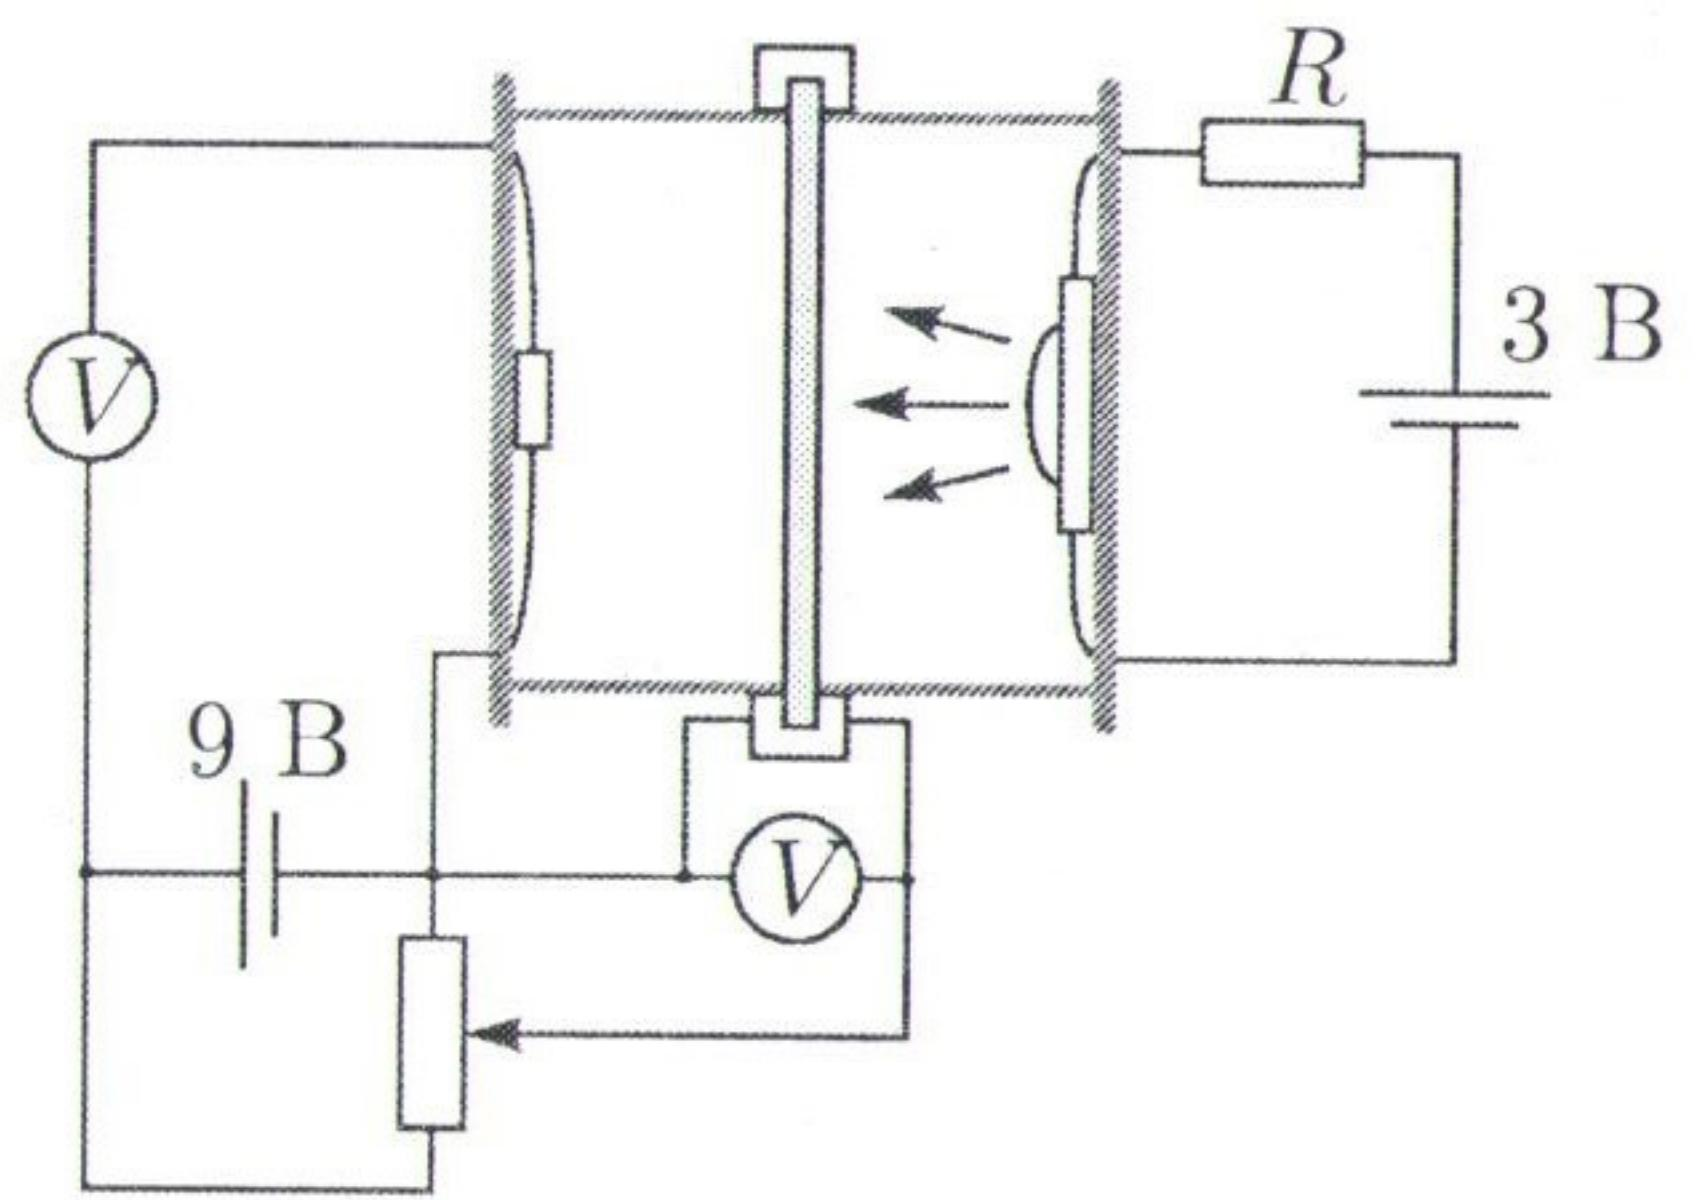
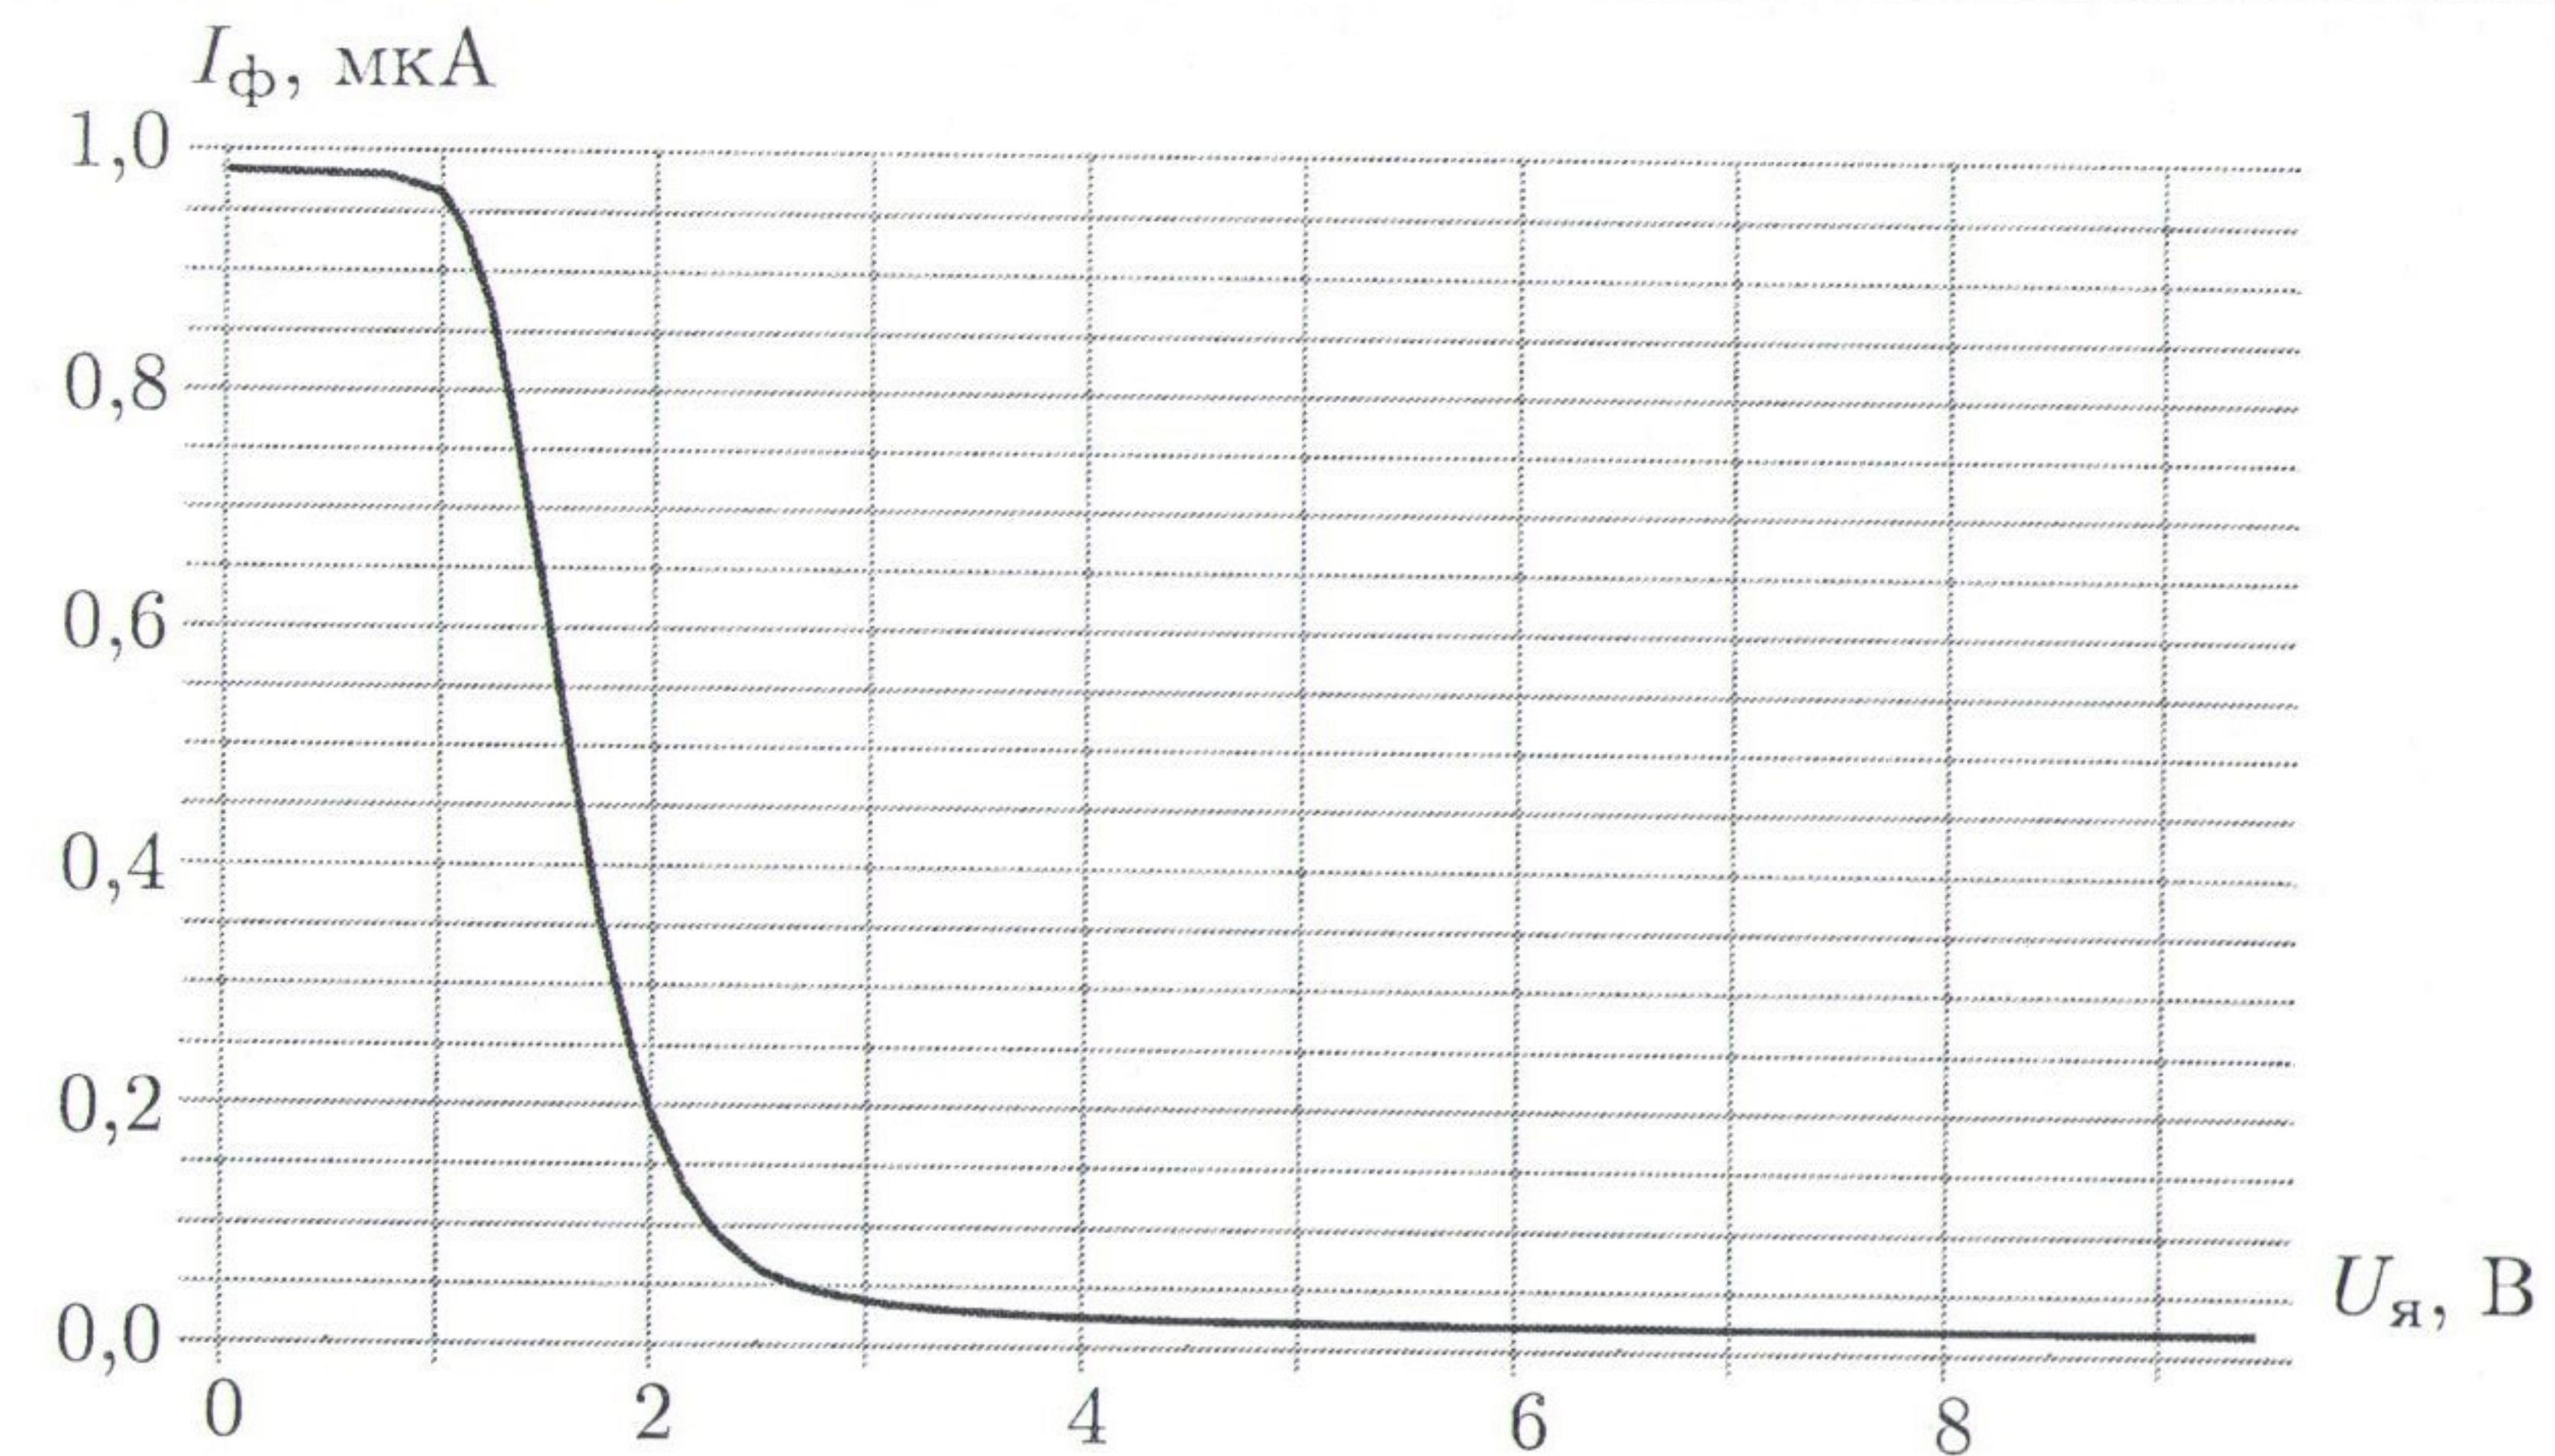

Рис. 5
Рис. 6
1. Для измерения коэффициента пропускания в держателе закрепим светодиод, фотодиод и жидкокристаллическую ячейку между ними. Соберём схему измерения (рис. 5). Вращая ручку потенциометра, будем изменять напряжение U_y на ячейке, и снимать показания люксметра (значение обратного тока через фотодиод найдём, зная внутреннее сопротивление вольтметра $I_\phi = U_b/R_b$). Построим график $I_\phi(U_y)$ (рис. 6).